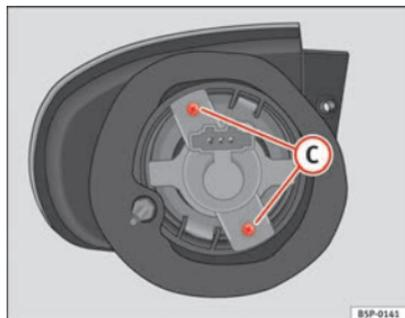

Fig. 193 Feu clignotant
- Dévissez les vis ⇒ fig. 193 **C** des douilles d'ampoule et tirez dessus.
- Dévissez les vis ⇒ page 289, fig. 193 C des douilles d'ampoule et tirez dessus.